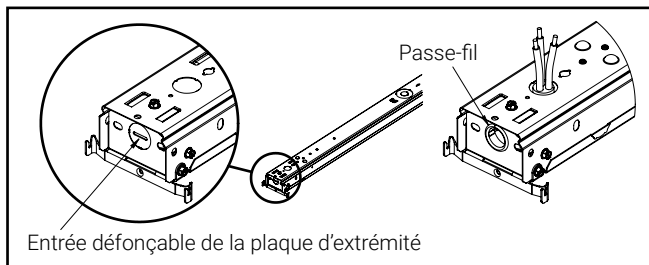

Figure 20
1. Percez l'entrée défonçable dans la plaque d'extrémité, puis insérez le passe-fil dans l'entrée défonçable. Passez le fil du détecteur par l'entrée défonçable et connectez-le au détecteur. (Figure 20)